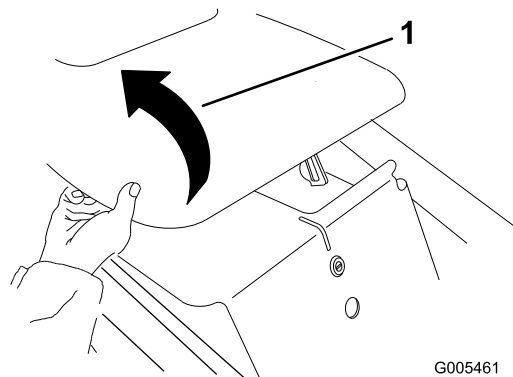

Bild 28
2. Klappen Sie die Motorhaube hoch (Bild 28).